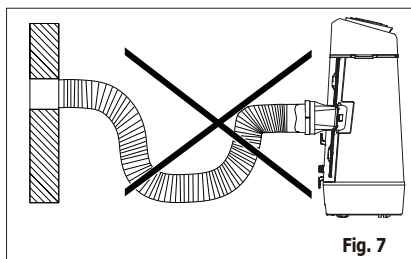

Fig. 7
- i** Le tuyau peut être allongé de sa longueur d'origine de 38 cm à 150 cm, mais il est préférable de lui donner une longueur minimale. Assurez-vous également que le tuyau n'a pas de pliure ou d'affaissement aigus. (Fig. 7)